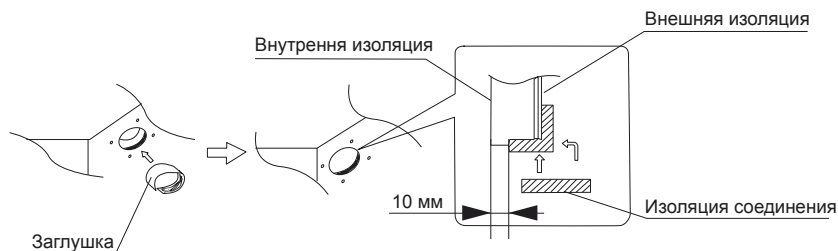

Рис. 5
- Используя термоизоляцию, заизолируйте место соединения (рис. 5).